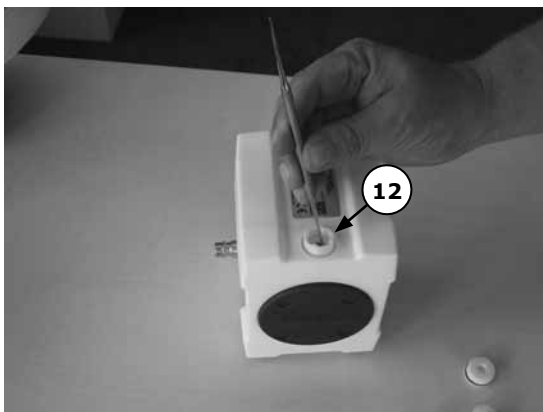

Abbildung 5
Nehmen Sie das Distanzstück (13) und die Ventilkugel (11) bzw. das Zylinderventil (10) heraus. Entfernen Sie den Ventilsitz (12) (siehe Abbildung 5).